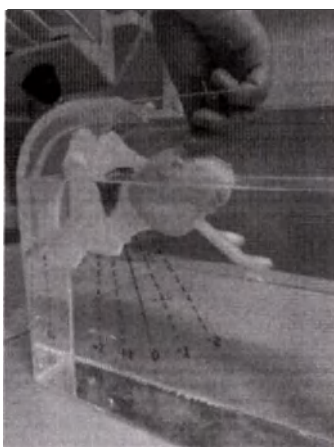

Рисунок 42. Погружение головки в воду.
- 1.2.2. Осторожно погрузить в воду, стараясь наполнить водой, избегая образования пузырьков (рис. 42):